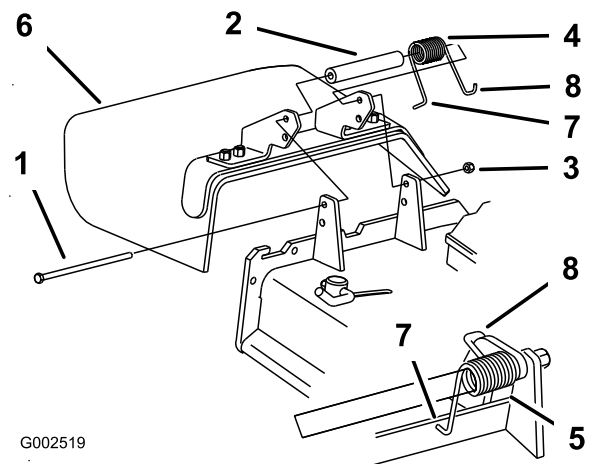

Figure 90
1. Retirez le contre-écrou, le boulon, le ressort et l'entretoise qui fixent le déflecteur aux supports de pivot (Figure 90).
**Remarque:** Prenez soin de placer l'extrémité en **L** du ressort derrière le bord du tablier avant de mettre le boulon en place, comme indiqué à la Figure 90.
5. Accrochez l'extrémité en **J** du ressort au déflecteur d'herbe (Figure 90).